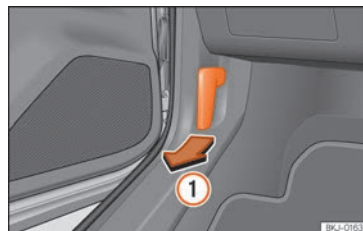

Fig. 183 Levier de déverrouillage sur le plancher, côté conducteur.
- Ouvrez la porte et tirez le levier situé sous le combiné d'instruments »» fig. 183 ①.